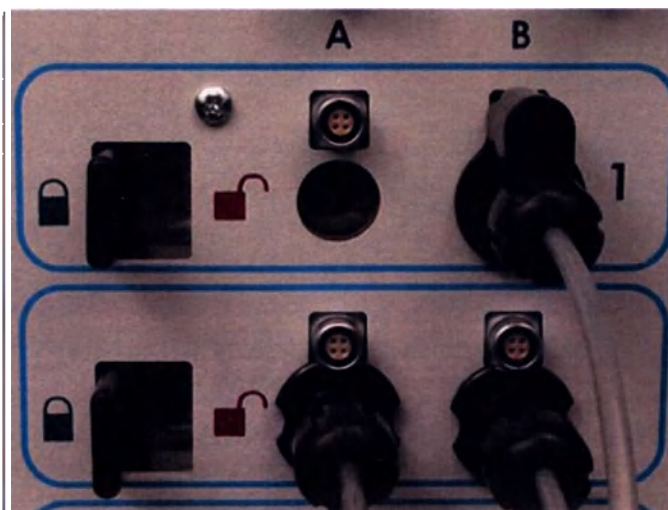

Рис. 10. Фиксация иглы в канале
4. После установки иглы или игл в соответствующий канал зафиксируйте его, сдвинув фиксатор в направлении от центра системы (Рис. 10).